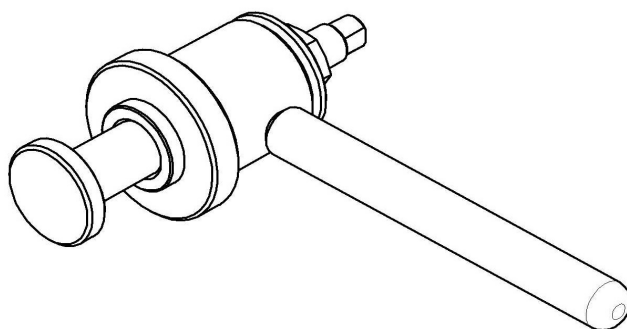

Рис. 19. Приспособление для запрессовки манжет(11000001333).
- Используя приспособление манжет (см. рис. 19) установить манжету 1;